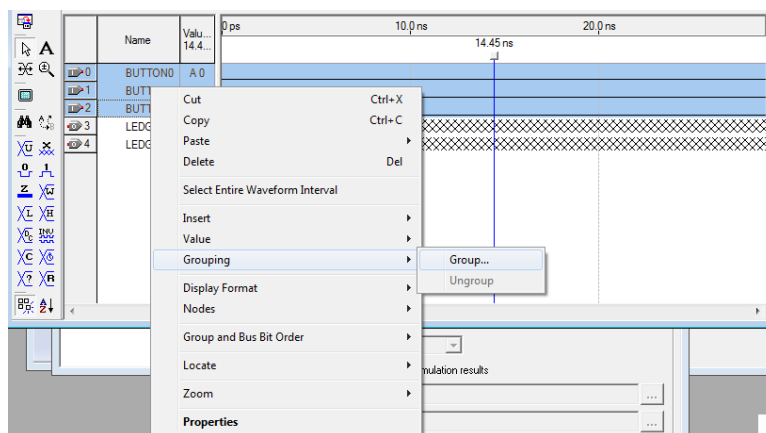

Рис.2.2
5. Смоделируйте работу схем. Получите диаграмму для нулевых значений входов схемы. Осуществите перебор всех значений входов. Сделайте это автоматически. Для этого выделите все входы и объедините их в группу (Рис.2.2).